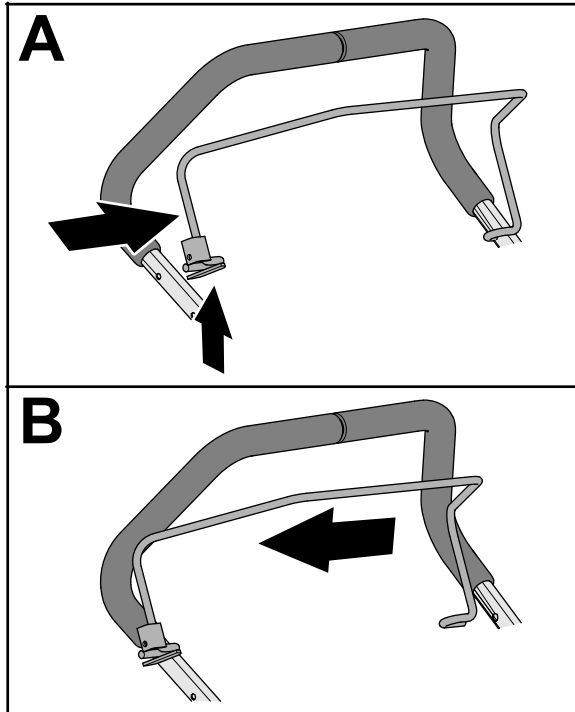

Рисунок 10
- Нажмите на плечо штанги контроля присутствия оператора так, чтобы его можно было снять с верхней рукоятки, и снимите штангу с машины (Рисунок 10).